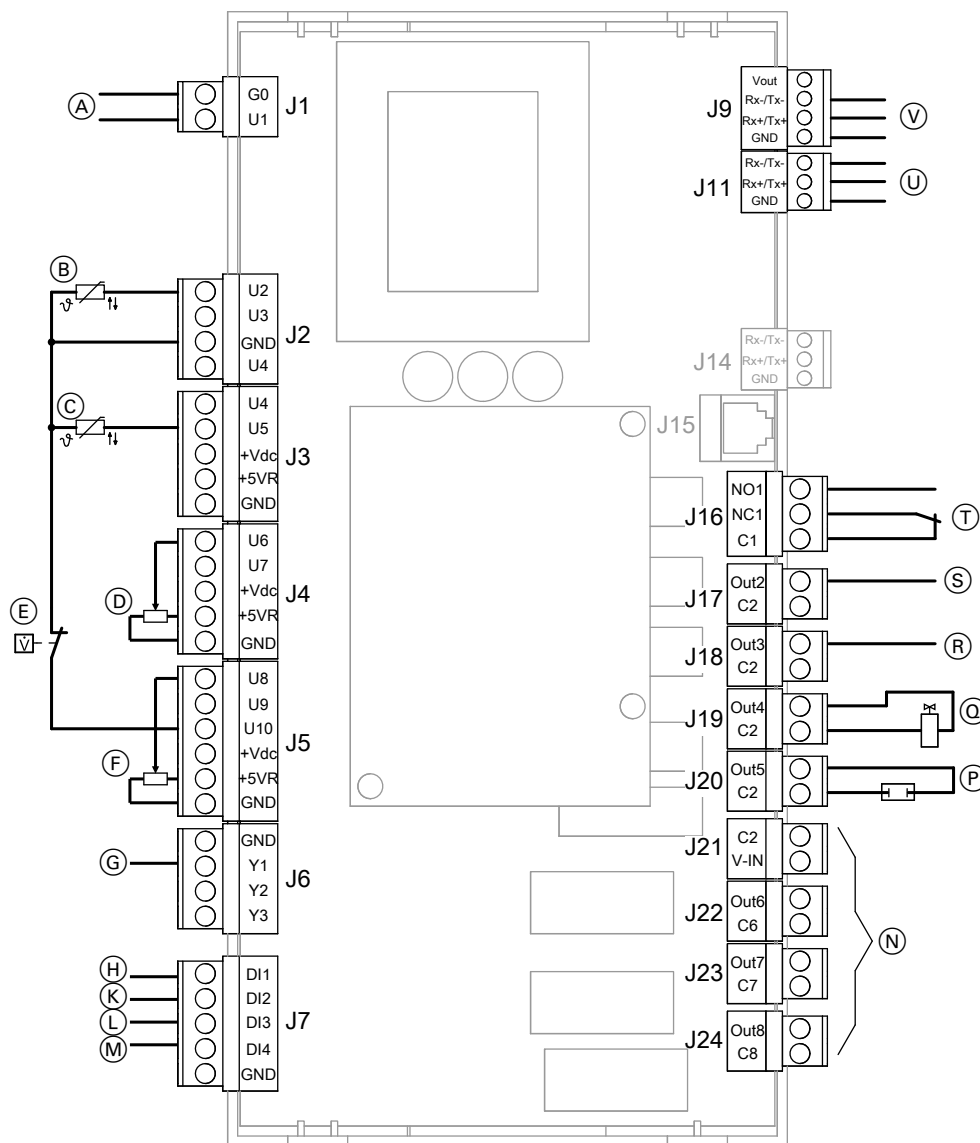

Abb. 84
- (A) Spannungsversorgung 24 V-
- (B) Niederdrucksensor
- (C) Sauggastempersensoren (NTC 10 kΩ)
- (D) Modbus-Verbindungsleitung zur Reglerleiterplatte, Anschluss (V) in Abb. 84
- (E) Schrittmotor elektronisches Expansionsventil